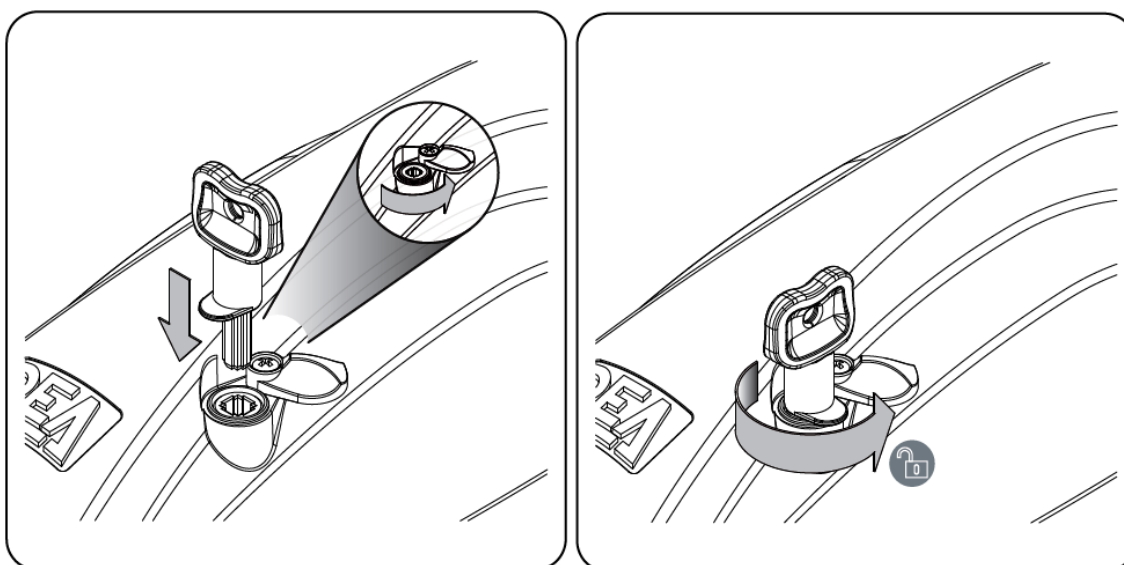

Rys. 6
13. Do przygotowanych punktów montażowych w słupach przykręcamy uchwyty siłownika bramy. Używamy w tym celu śrub M12x30 z podkładkami sprężynowymi M12 (Rys. 6).